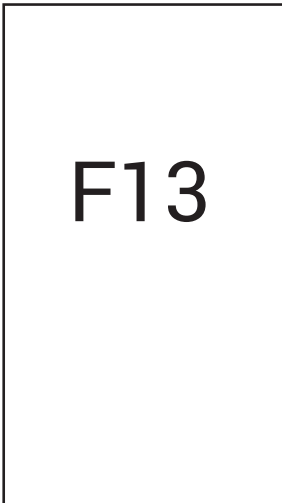

fig. 4
**Anomalía de tipo F (fig. 4):** Esta anomalía se restablece automáticamente una vez solucionado el problema.